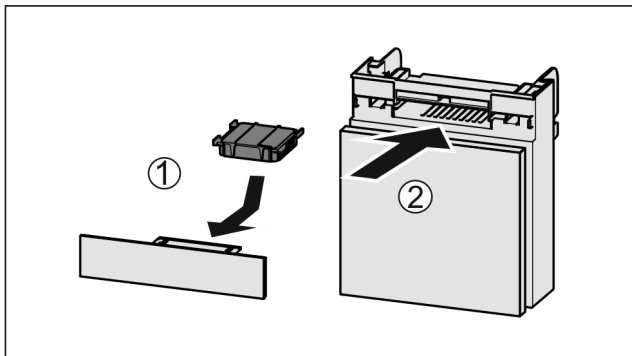

Fig. 88
- ▶ Insérer le filtre à charbon actif d'après le schéma Fig. 88 (1).
- ▶ Insérer le compartiment Fig. 88 (2).